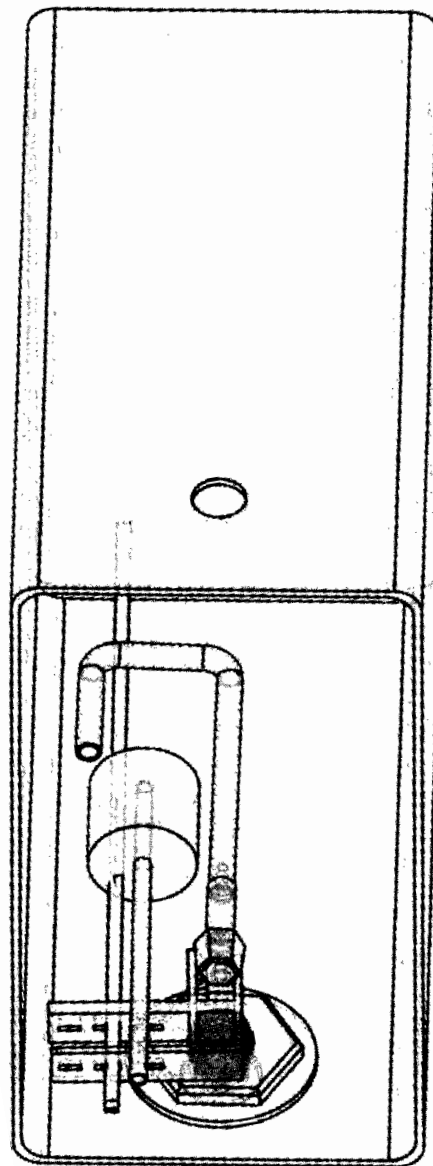

Fig 15
- fig 15 – privire de ansamblu a vasului de WC cu plutitorul montat